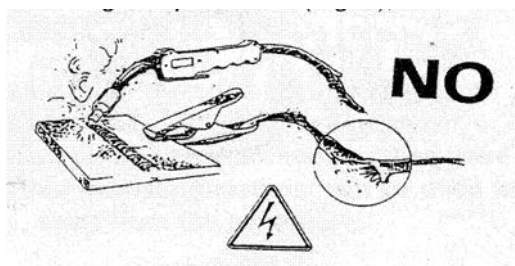

Рис. 8
- Не используйте поврежденные сварочные кабели и шнуры питания (рис.8).